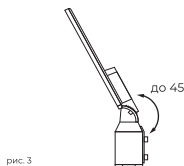

рис. 3
- 5.6.1.2 Настроить угол наклона светильника, для этого необходимо ослабить фиксирующие винты и установить светильник в необходимое положение, затем затянуть фиксирующие винты (рис. 3).
- 5.6.2.3 Настроить угол наклона светильника, для этого необходимо ослабить фиксирующие винты и установить светильник в необходимое положение, затем затянуть фиксирующие винты (рис. 3).